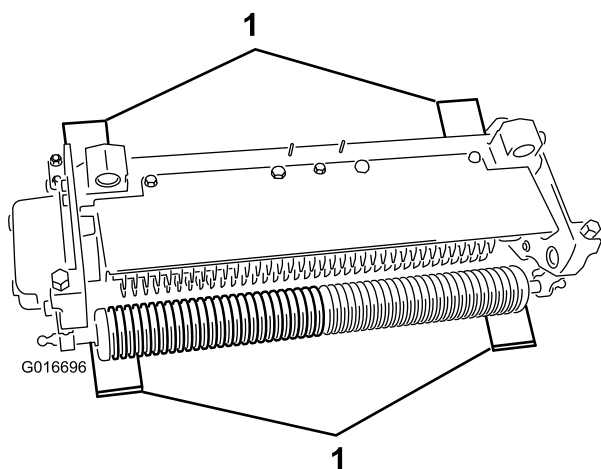

Figura 9
2. Coloque quatro barras indicadoras, que têm a profundidade desejada de penetração da lâmina abaixo do solo, debaixo do rolo frontal e traseiro da unidade de escarificação (Figura 9).